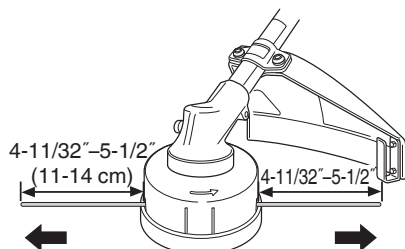

Fig. 26
- (7) La longitud inicial de la línea de corte deberá ser de $4-11/32''-5-1/2''$ (11–14 cm) aproximadamente e igual a ambos lados. (Fig. 26)